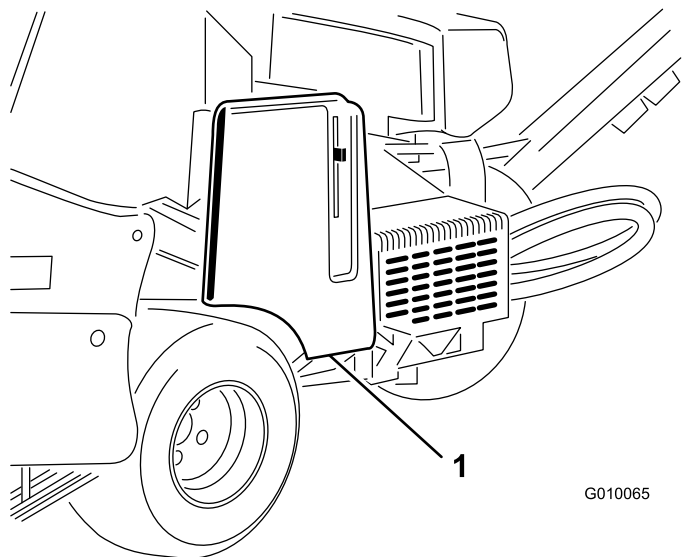

Figure 55
2. Déverrouillez et déposez le couvercle de courroie (Figure 55).